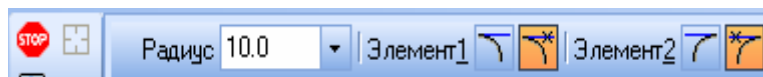

Рис. 2.3. Переключатели **Панели свойств**
2) в Панели свойств в соответствующем поле задать радиус сопряжения, задать соответствующие переключатели Усечь или Не усечь элементы 1 или 2 (рис. 2.3);